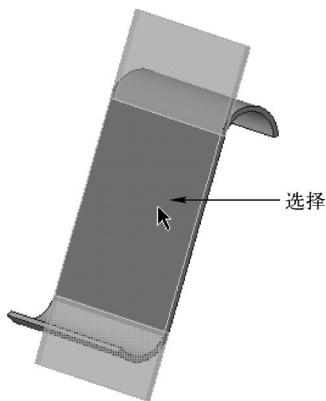

图 13-57 选择合适的平面
STEP 04 在绘图区中选择合适的平面，如图 13-57 所示。